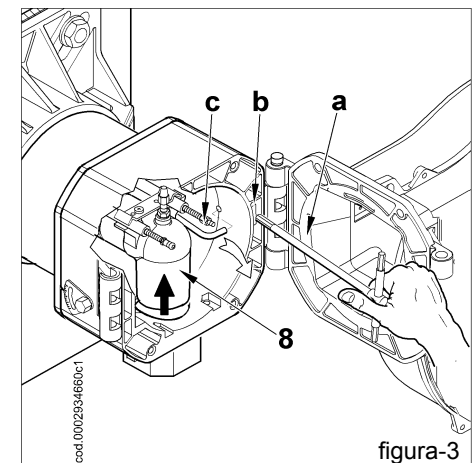
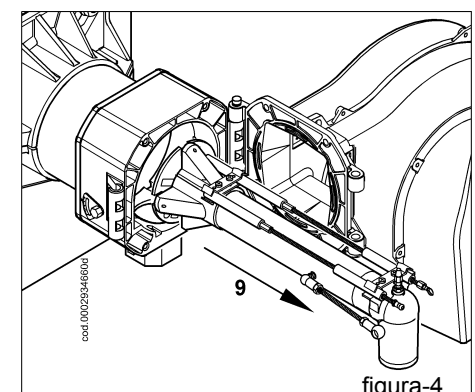

figura-3
figura-4
Después de haber sacado los cables de encendido e ionización (3) de los terminales de los respectivos electrodos, desenroscar la tuerca (4) y poner el tornillo (5), empujándolo dentro del racor de ida del gas (8) de la figura 3 lo suficiente para que garantice el desmontaje sucesivo del grupo de mezcla.
Levantar ligeramente el racor de ida del gas (8) de la figura 3 y sacar el grupo de mezcla en la dirección indicada por la flecha (9) de la figura 4. Completar las operaciones de mantenimiento volviendo a montar la cabeza de combustión, siguiendo en sentido contrario los pasos descritos arriba, después de haber comprobado que los electrodos de encendido e ionización estén bien puestos (véase el esquema 0002935020).